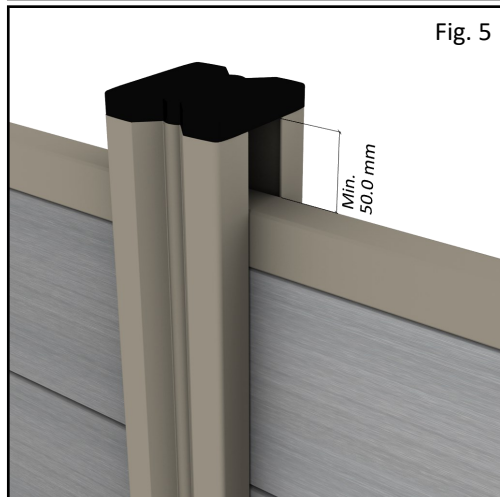

Fig. 5
Coupez le profilé en U (ref. DF1UA42) à longueur. (1) Fixez-le au poteau à l'aide d'un serre-joint et des blocs de bois nécessaires. (2) Percez des trous de sorte que les vis ne soient pas distantes de plus de 40 centimètres. Ne percez pas au milieu du profilé en U mais dans les rainures prévues à cet effet (3). Reportez-vous aux figures 5 et 6 pour voir jusqu'où percer. (4) Vissez ensuite les profilés en U à l'aide de vis autotaraudeuses de 70 mm si vous travaillez avec un profilé en U des deux côtés du poteau. Si vous placez un seul profilé en U, une longueur de 25 mm suffit. Faites ensuite glisser la dalle de béton dans les profilés en U. Placer ensuite les planches sur la dalle de béton.
Cut the U-profile to length. (1) Clamp it to the post using a clamp and the necessary wooden blocks. (2) Pre-drill holes so that the screws are no more than 40 centimeters apart. Do not put the holes in the middle of the u-profile but in the grooves provided for this purpose (3). Refer to Figures 5 and 6 to see how far to drill. (4) Then screw the U-profiles using 70 mm self-drilling or tapping screws if you are working with a U-profile on both sides of the post. If you only place 1 u-profile, a length of 25 mm is sufficient. Then slide the concrete slab into the U-profiles. Then place the planks on top of the concrete slab.